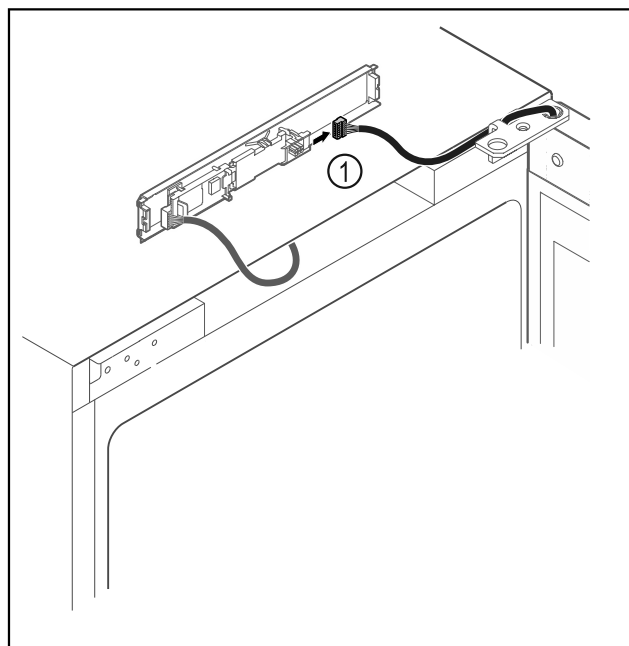

Fig. 13
- ▶ Scoateți fișa Fig. 13 (1) de la placa electronică.